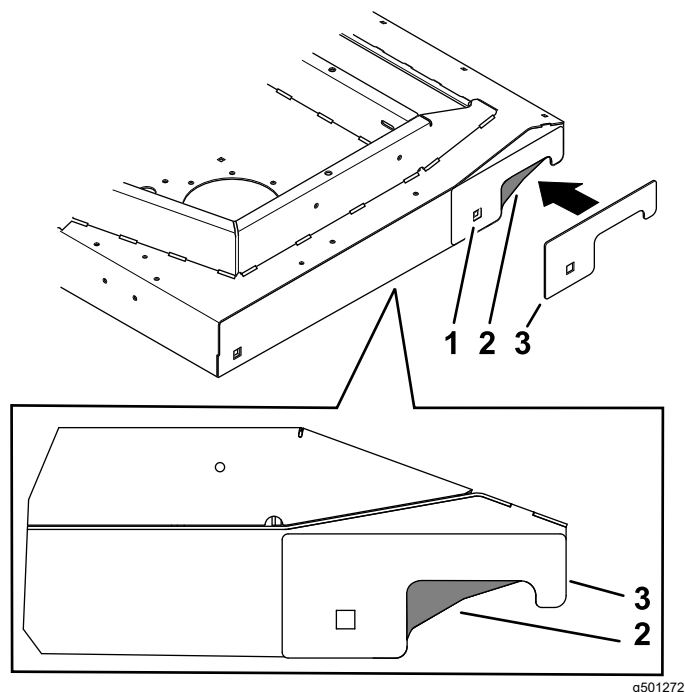

Рисунок 1
3. Выровняйте шаблон и установите каретный болт (Рисунок 1).
4. Отметьте область, которую необходимо удалить, снимите шаблон и извлеките материал из режущего блока (Рисунок 1).